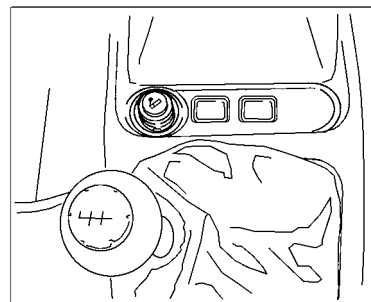

Рис. 21. Прикуриватель
**Прикуриватель** (рис. 21) работает независимо от позиции ключа в выключателе зажигания. Для использования прикуривателя нажмите на кнопку подвижной части до ее фиксированного положения в патроне. Примерно через 20 секунд подвижная часть автоматически выскочит из патрона.